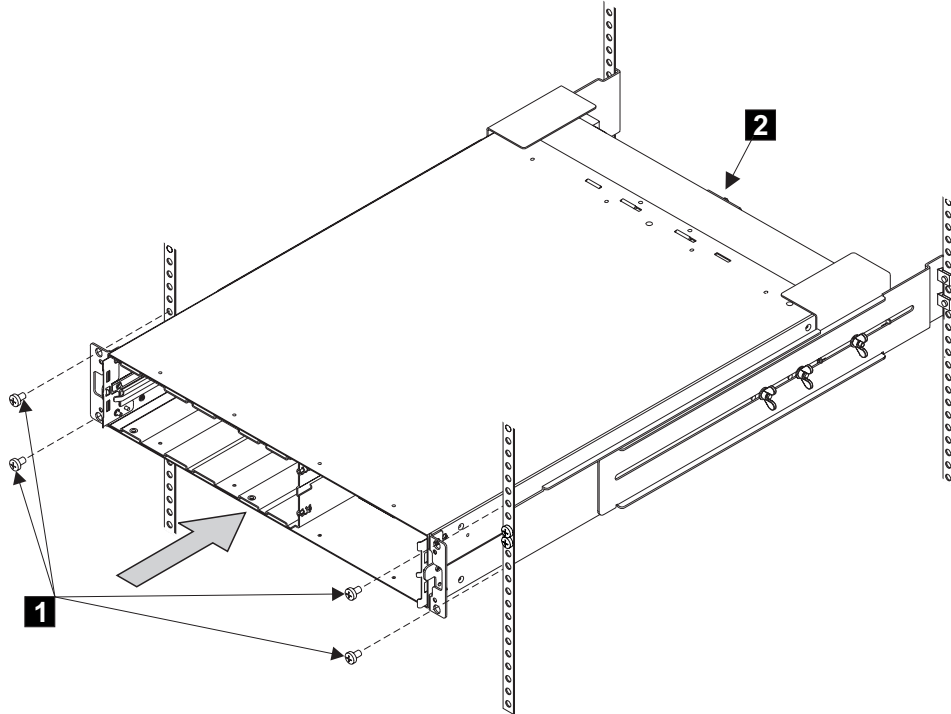

図 296. 2145 無停電電源装置 のラックへの再取り付け
5. 前面の皿頭ねじ **1** を取り付けます (720 ページの図 296 を参照)。